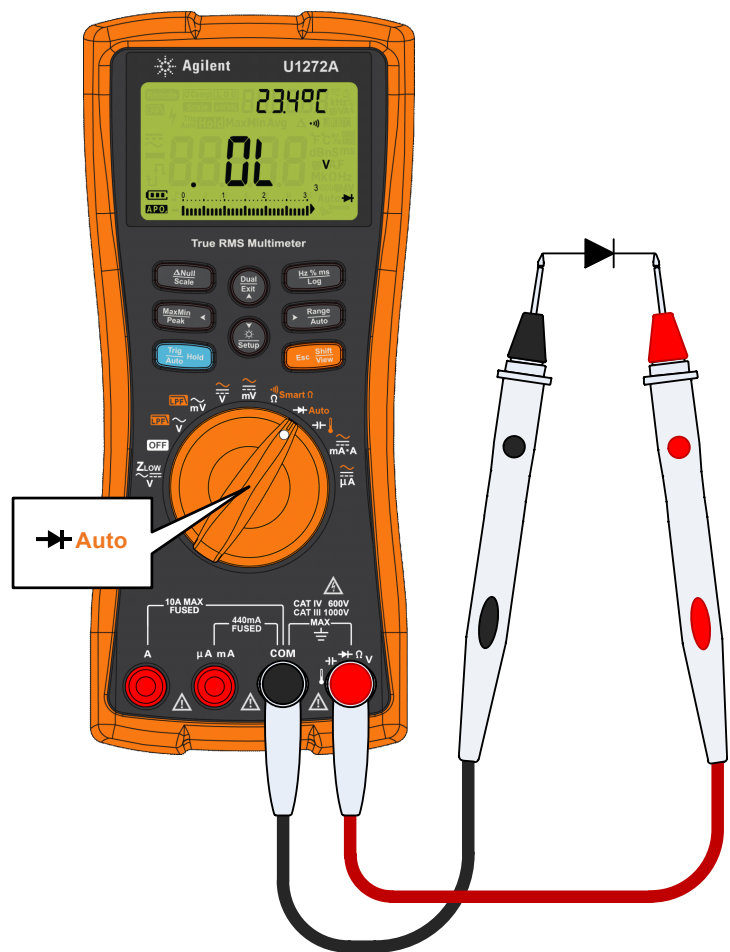

Figura 2-21 Prueba de diodo de polarización inversa
- 3** Invierta las sondas (como se muestra en la Figura 2-21) y vuelva a medir la tensión a través del diodo. Evalúe el diodo según las siguientes pautas: